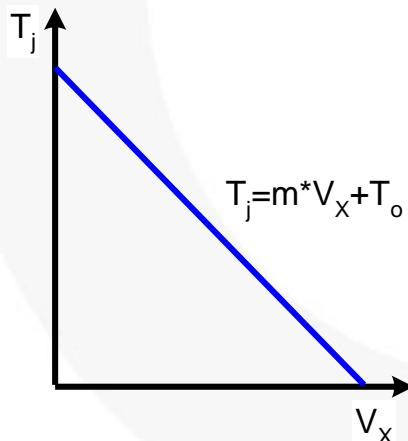

图 9. 恒定感测电流下 TSP 曲线示例
在热流体作用下，被测设备达到热平衡时，给结施加检测电流。然后测量结压降，结压降为结温函数。感测电流应足够小，不使 DUT 产生更多热量。例如，可使用 1 – 10 mA，具体取决于器件类型。在特定的温度范围内和指定的温度步长下，反复测量。图 9 中给出了典型的测量结果。
对于半导体结点而言，直线的斜率 m (如图 9 所示) 始终为负，即正向导通电压随结温升高而减小。这种得到公式 (4) 的过程称为给定器件的校准过程。